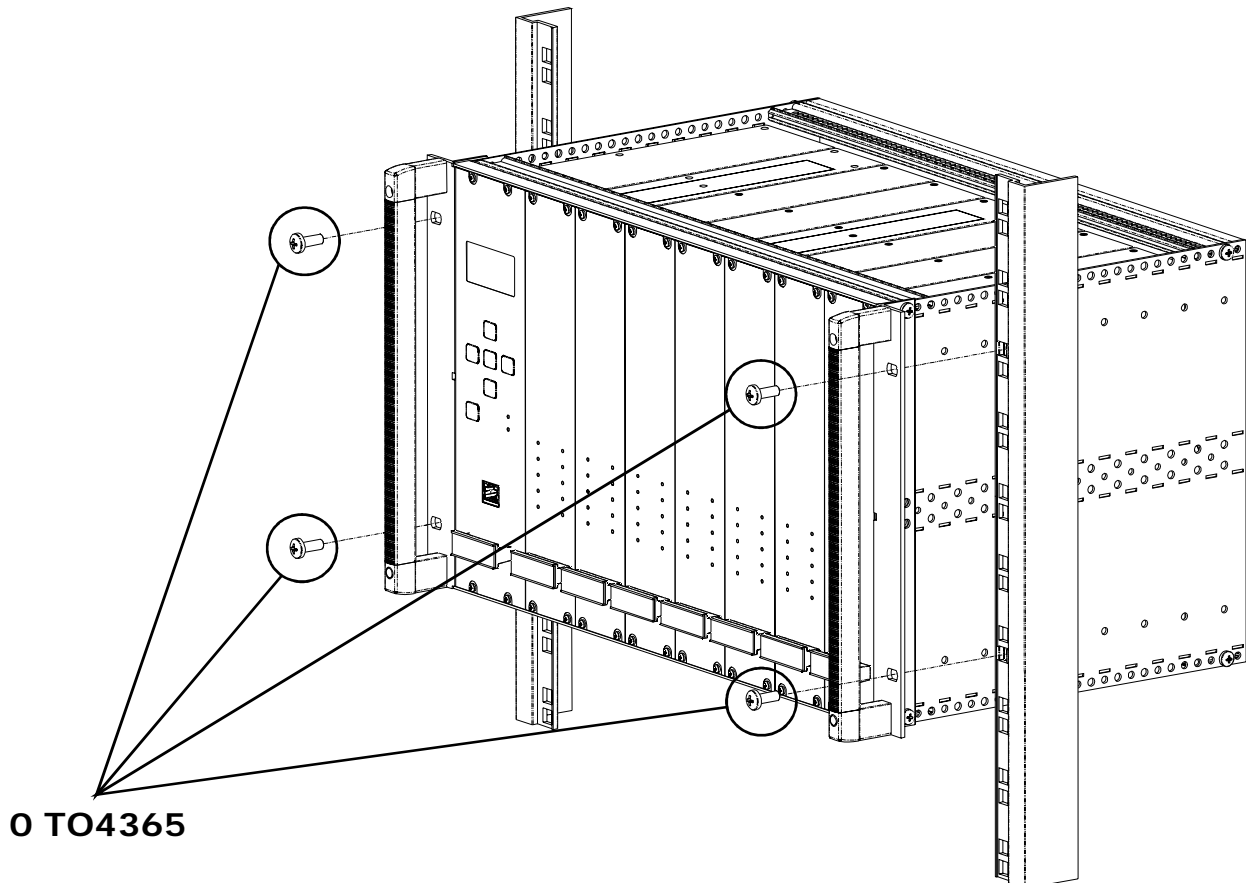

Fig. 2.-
1.- Atornille los laterales del subrack a la estructura del rack mediante cuatro tornillos. (Fig. 2)
1.- *Screw the subrack laterals to the structure of the rack by four screws. (Fig. 2)*
1.- Visez les lateraux du subrack à la structure du rack en utilisant quatre vis. (Fig. 2)